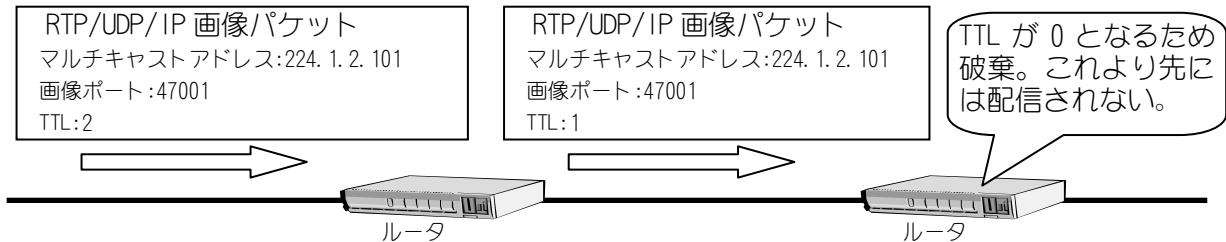

図 16-7 TTL について
- (1) TTL (Time To Live) とはパケットの有効期間を示す値で、図 16-7に示す様にルータ等を経由するたびに値が 1 減算され、TTL 値が 0 になった時点で、ルータ等がパケットを破棄します。
- (2) カメラに設定される TTL 値は、RTP/UDP/IP プロトコルによる画像パケットにのみ適用されます。制御パケット、TCP/IP プロトコルの画像パケットには適用されません。
- (3) ルータを使用してカメラ画像配信を行う場合は、経由するルータの段数に注意して TTL 値を設定してください。